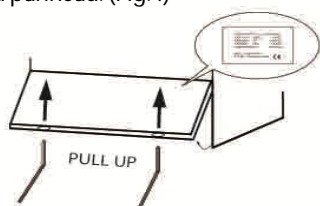

Fig.4
- Tirer le panneau frontal avec un outil vers l'extérieur, après l'avoir introduit dans les trous au dessous. Pour les modèles à capot dévisser les vis positionnées dans la partie inférieure du panneau. (Fig.4)